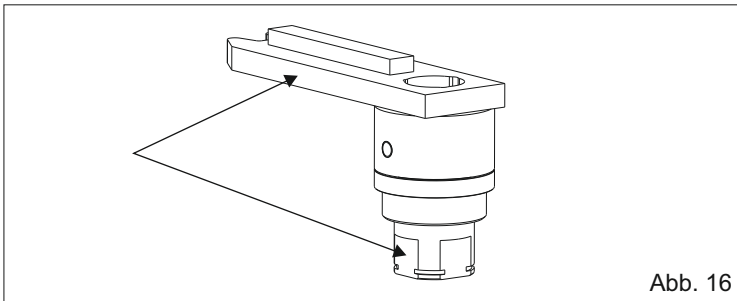

Abb. 16
N.B: Es wird empfohlen, die Kurbel mit der Kurbelwelle erst dann zusammen zu schweißen, nachdem auch der Compact Antrieb installiert wurde, um den verfügbaren Lauf und den Punkt des gewünschten Verzögerungsbeginns voll zu nutzen (Ausführung mit hydraulischer Verzögerung). Vor der Schweißung darauf achten, dass sich eine der Ebenen der Kurbelwelle mit einer Seite der Kurbel überschneidet (siehe Abb. 16 und 17), um den größten Winkel mit dem mechanischen Stopps Kit zu garantieren.